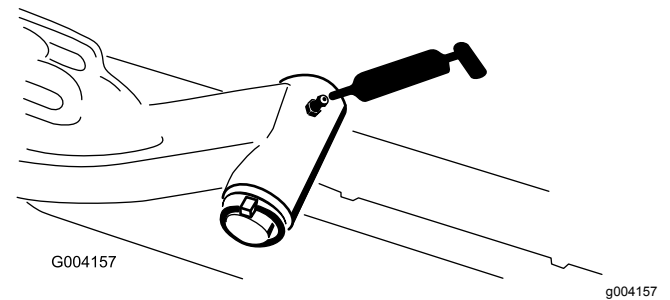

Figure 77
- Axe de pivot des bras de levage (1 chacun) (Figure 77)